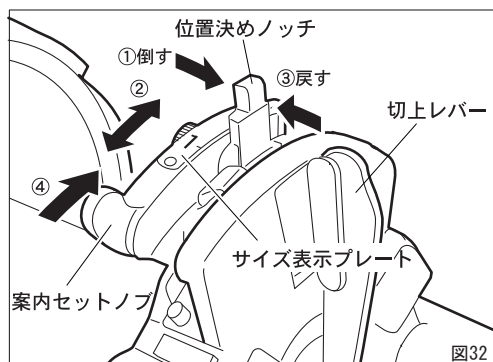
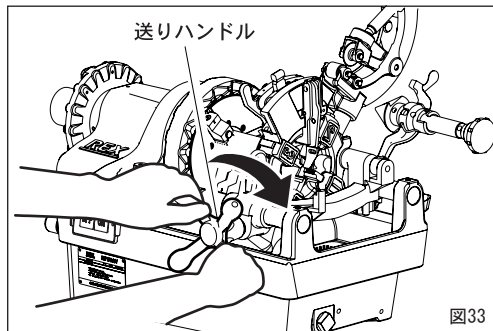

図32
図33
サイズ変更をする場合(図32)
1. 位置決めノッチを図32の矢印①の方向に倒す。
2. サイズ表示プレートに表示されている希望のパイプサイズに位置決めノッチを合わせる。(矢印②)
3. 位置決めノッチを矢印③の方向に倒しながら、ノッチの溝に位置決めピンをはめ込む。
- ②案内セットノブを矢印④の方向に止まるまで押すと、ダイヘッドはセットの位置になります。スイッチを入ると、オイルはダイヘッドから自動的に注油されます。
- ③送りハンドルを時計方向に回して、パイプにダイヘッドを押しつけ、チェーザを食い付かせてください。(図33)
- ④ねじが3~4山切れればあとは自動的にねじが切れ、ねじが規定の長さになると、切上げレバーによりチェーザが自動的に開きます。
- ⑤送りハンドルを反時計方向へ回してダイヘッドをパイプから離します。